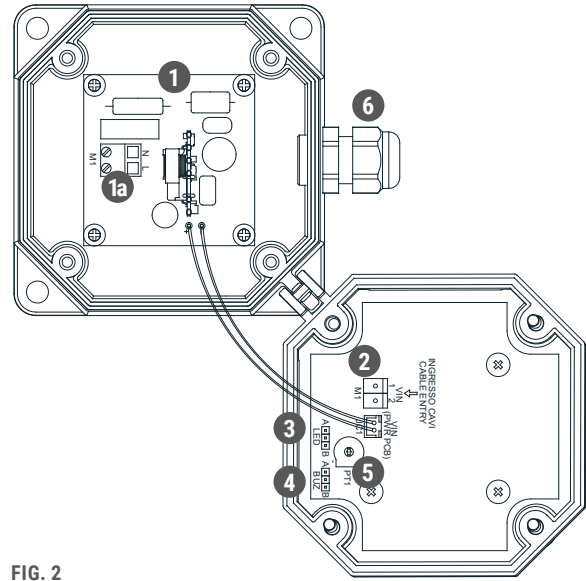

FIG. 2
In dotazione all'avvisatore acustico/luminoso vengono forniti due ponticelli, che opportunamente inseriti sui connettori 3 e 4 di Fig. 2, agiscono sul funzionamento del prodotto.
Connettore LED (3 di Fig. 2): Configurazione indicatore luminoso
Connettore BUZ (4 di Fig. 2): Configurazione cicalina
Nel caso in cui l'avvisatore acustico/luminoso sia stato configurato con una oppure entrambe le segnalazioni in modalità intermittente, è possibile impostare la frequenza della segnalazione. Per impostare la frequenza di segnalazione si deve agire, con l'utilizzo di un cacciavite a lama piccola, sul trimmer indicato con (5) in FIG. 2.